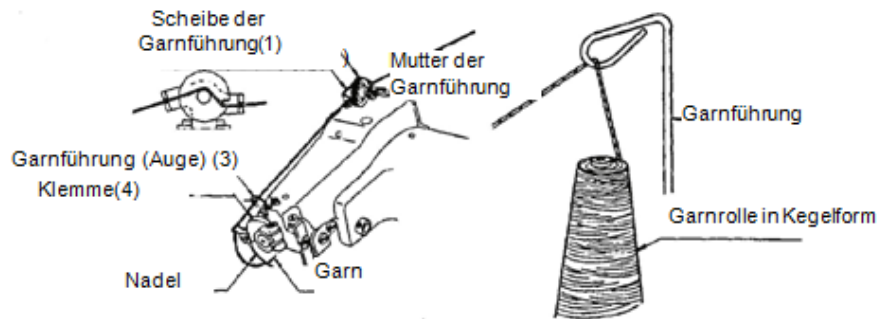
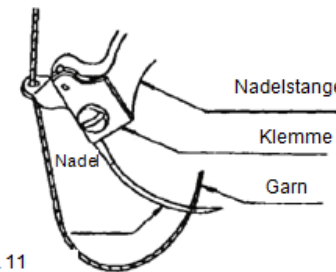

Abb. 9
Abb. 11
C. Für eine korrekte Arbeit der Nähmaschine führen Sie das Garn exakt so, wie das in der Abbildung 9 dargestellt wurde.
Wenn Sie einen Garnspanner benutzen, führen Sie das Garn zuerst durch das hintere Ohr des Garnführers (1). Anschließend führen Sie das Garn zwischen den zwei Scheiben des Garnspanners (2), wie in der Abb. 9 dargestellt. Führen Sie das Garn nach hinten durch das Ohr des Garnführers. Führen Sie das Garn nach vorne der Maschine, führen Sie es von oben in den Garnführer (3) und zum Auge des Halters (4). Vergewissern Sie sich, dass sich die Nadel in der äußersten Position links befindet. Fädeln Sie das Garn von unten durch das Nadelöhr, wie in der Abb. 11 dargestellt.